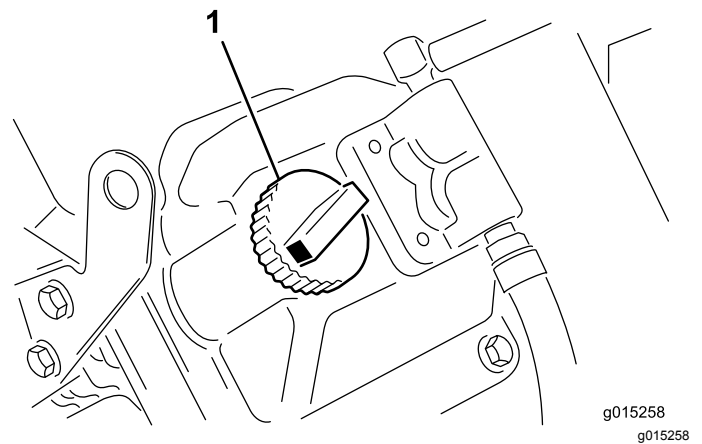

図 9
5. オイルの量が FULL 位置より下の場合は、補給口のキャップを取り、FULL 位置まで補給する **図 9**。